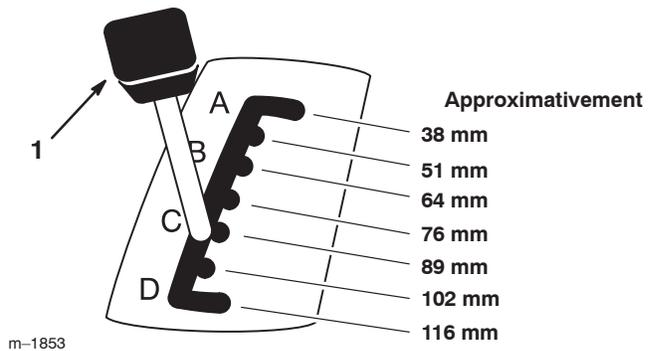

Figure 6
2. Tirez le levier de hauteur de coupe sur le tracteur et sélectionnez la position souhaitée (Fig. 6).